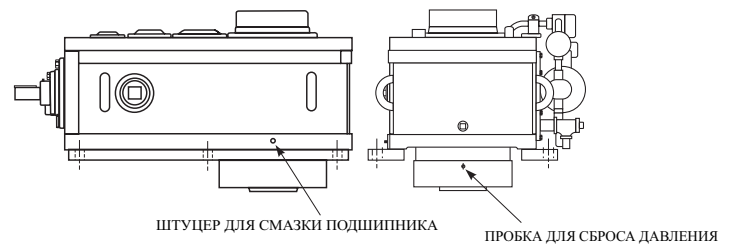

Рис. 2
**ПЕРЕДАЧИ С ПОЛЫМИ ВАЛАМИ** — Перед нанесением консистентной смазки удалите пробку для сброса давления. Нагнетайте смазку в корпус подшипника до тех пор, пока у пробки не покажется чистая смазка. По окончании установите на место пробку для сброса давления. См. рис. 2 ниже.